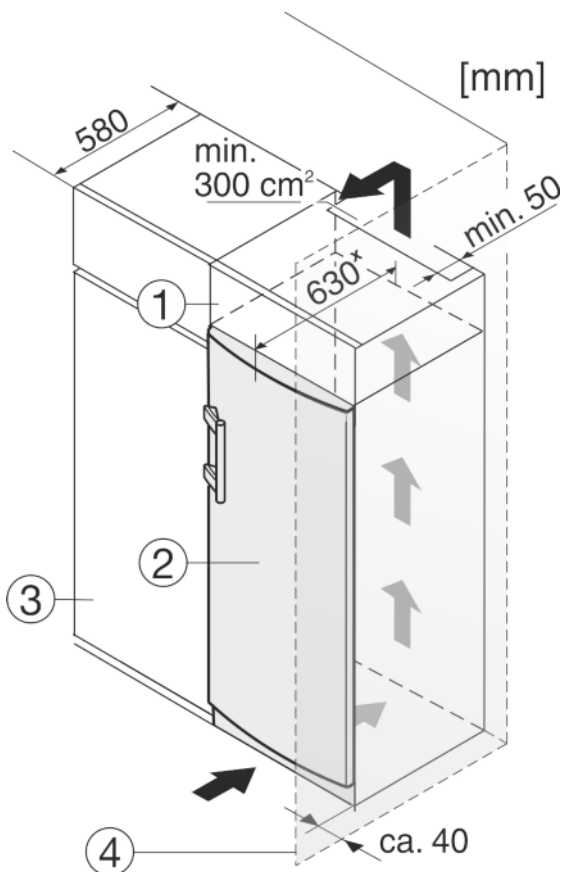

Fig. 12
- (1) Дополнительный шкафчик
- (2) Устройство
- (3) Кухонный шкаф
- (4) Стенка
Устройство может быть окружено кухонными шкафами. Чтобы уравнять устройство Fig. 12 (2) по высоте с кухонной стенкой, можно установить над устройством дополнительный шкафчик Fig. 12 (1).
При комбинировании с кухонными шкафами (глубина макс. 580 мм) устройство можно установить непосредственно рядом с кухонным шкафом Fig. 12 (3). Устройство выступает сбоку на 34 мм * и по центру на 50 мм * относительно передней стенки кухонного шкафа.
Если устройство установлено на шарнирах у стены Fig. 12 (4), то расстояние между устройством и стеной должно быть не менее 40 мм. Настолько выступает ручка при открытой двери.